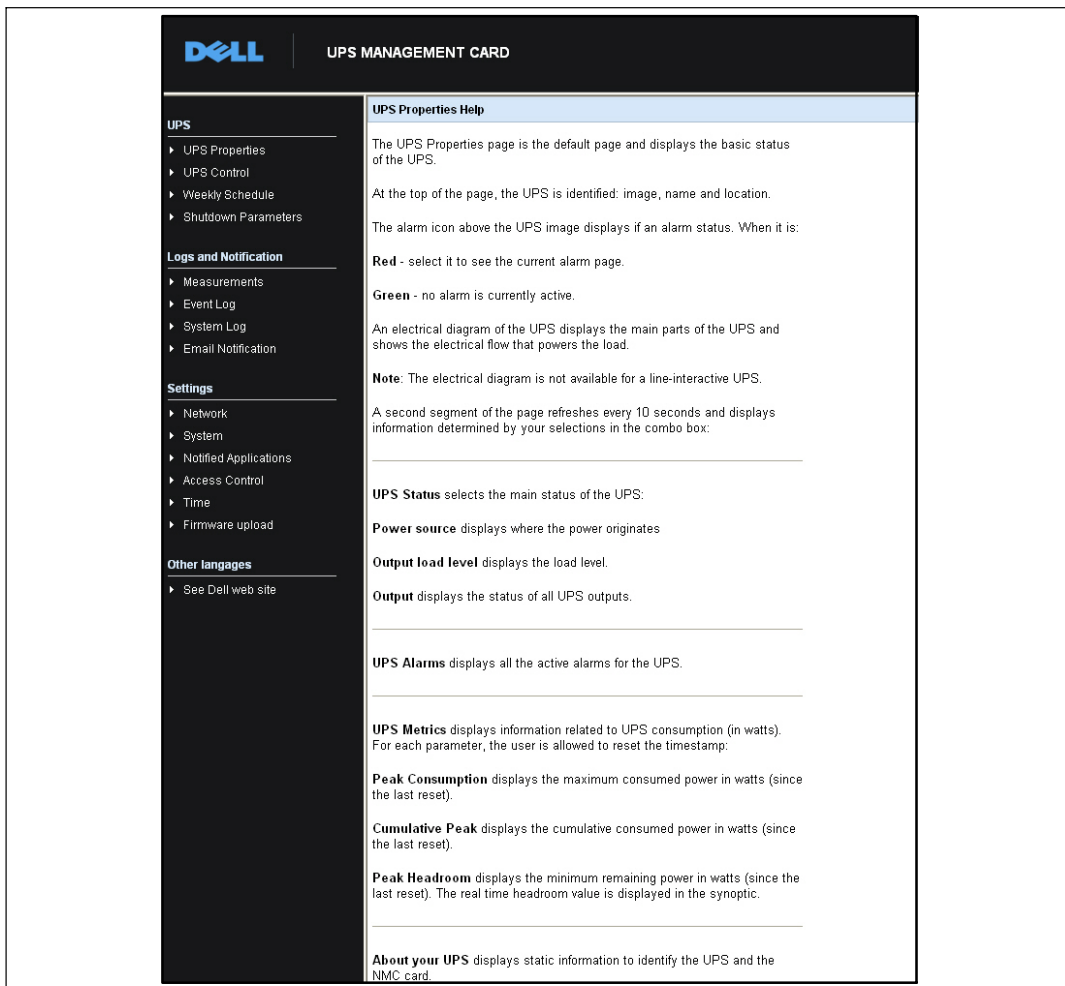

Рисунок 15. Пример онлайн-справки
- 1 Нажмите **Справка**. Откроется страница справки (см. Рисунок 15).